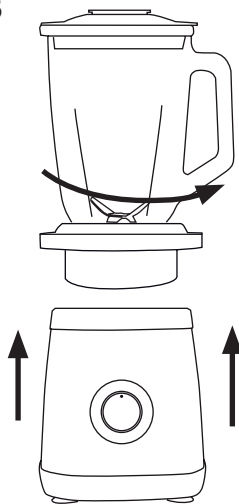

Fig.4
- Extraiga la base de la jarra, las cuchillas y la junta de sellado, y proceda a limpiarlos. (Fig.4).